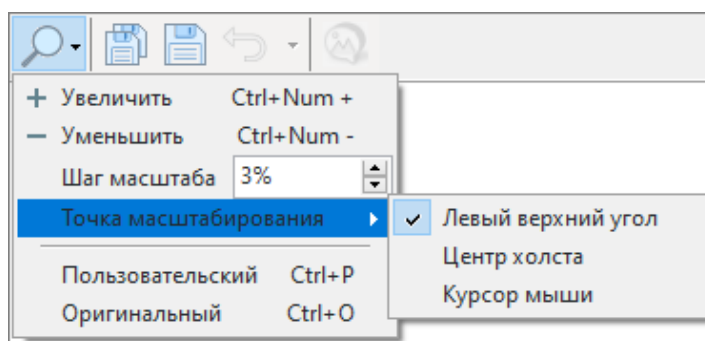

Рисунок 6-462 Выпадающее меню "Точка масштабирования"
- **«Точка масштабирования»** – вызов выпадающего меню (см. Рисунок 6-462) определения точки масштабирования, где доступны варианты: «левый верхний угол» (значение по умолчанию), «центр холста», «курсор мыши»;